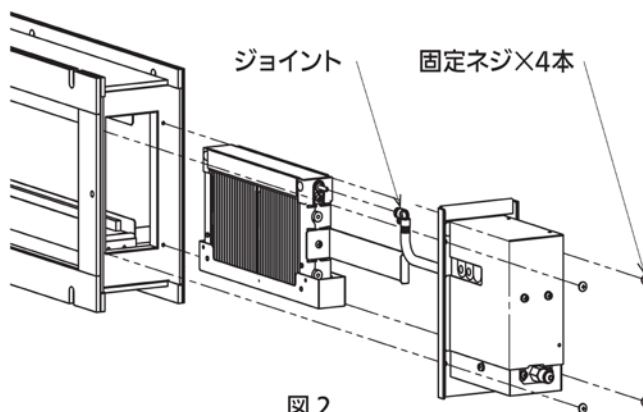

図 2
- ② 加湿器本体を固定しているネジ (M4×6) 4 本をはずし、電気配線を引っ張らないように加湿器の電装部と加湿エレメントを枠から引き出してください。(図 2)